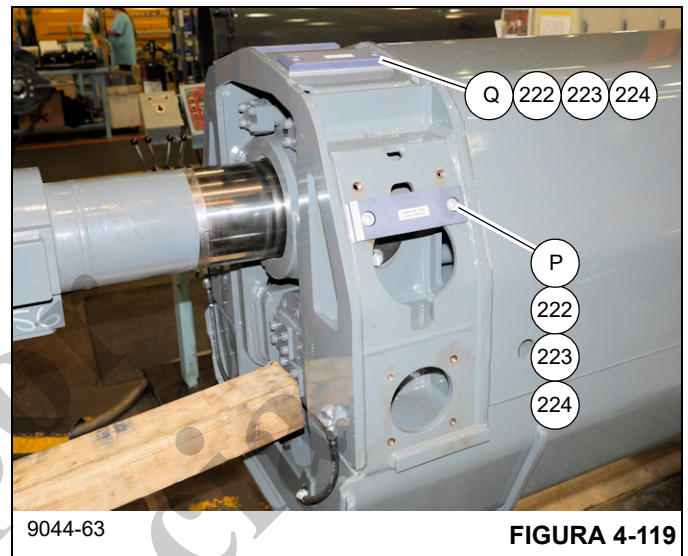

FIGURA 4-119
- 84. Instale la almohadilla de desgaste lateral (224) y los suplementos (222, 223) en el conjunto inferior de los agujeros de montaje (P) con los pernos (225) (vea la Figura 4-119) (lados izquierdo y derecho).
- 85. Instale las almohadillas de desgaste superiores (Q, 224) y los suplementos (223, 222) con los pernos (225) (vea la Figura 4-119).